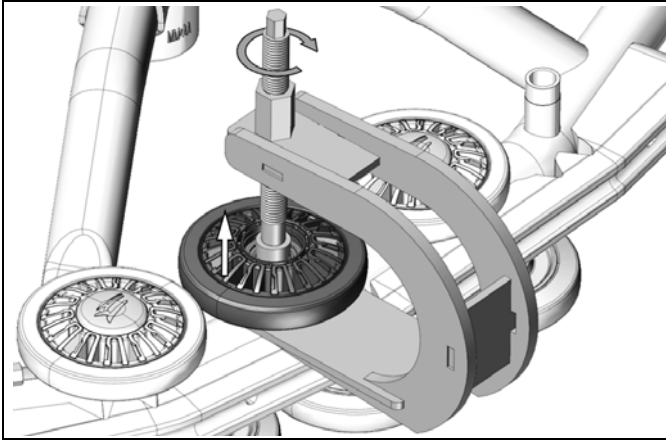

Abbildung 30
- Platzieren Sie den Abzieher wie in Abbildung 30. Dann die Gewindestange drehen, um das Rad abziehen.